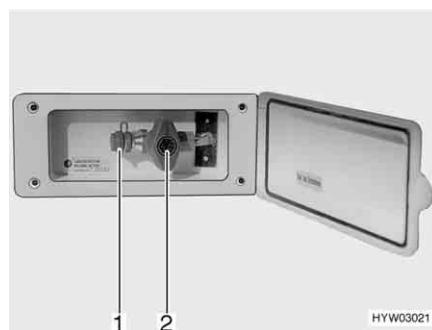

Fig. 65 Presa gas esterna, rubinetto di arresto del gas chiuso
La presa gas esterna (Fig. 65) si trova, a seconda del modello, nella parte posteriore o sul lato destro o sinistro del veicolo.
- Collegare l'apparecchio a gas esterno all'attacco (Fig. 65,1).
- Aprire il rubinetto di arresto del gas (Fig. 65,2).